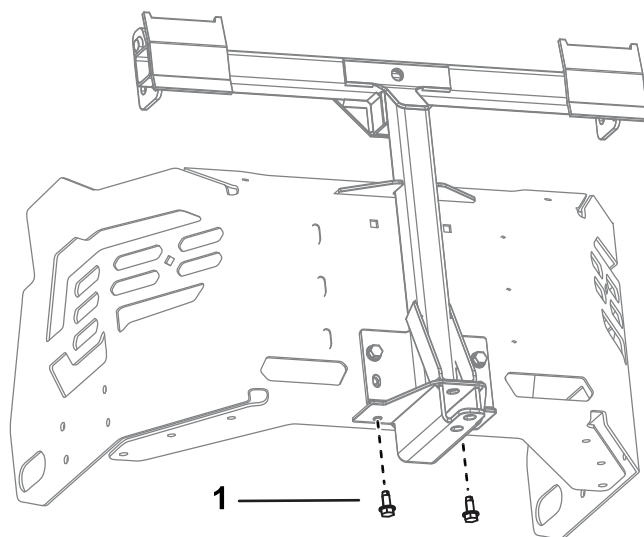

**Figure 15**
4. Fixez légèrement le cadre pivotant à la machine au moyen de 2 boulons (5/16" x 1") et 2 contre-écrous (5/16"), comme montré à la Figure 15.
6. Serrez les 2 boulons (5/16" x 1") et les 2 contre-écrous (5/16"), comme montré à la Figure 15.